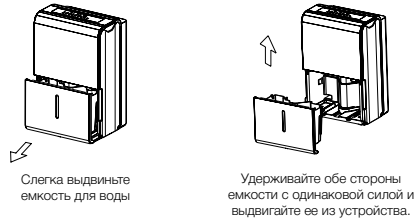

Рис. 4.
- Достаньте емкость для воды, как показано на Рис. 4.